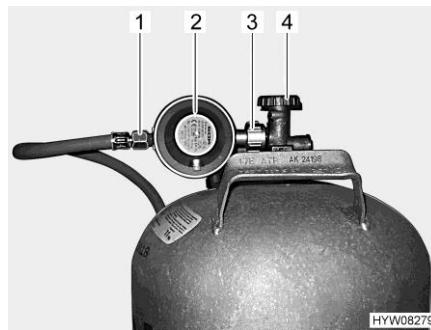

Fig. 106 Raccordo bombola del gas
- Chiudere la valvola principale di arresto (Fig. 106,4) della bombola del gas. Osservare la direzione della freccia.
- Tenere fermo il regolatore di pressione del gas (Fig. 106,2) e aprire il dado zigrinato (Fig. 106,3) (generalmente filettatura sinistra).
- Rimuovere il regolatore di pressione del gas con il tubo del gas (Fig. 106,1).
- Collocare il regolatore di pressione del gas (Fig. 106,2) con il tubo del gas (Fig. 106,1) sulla bombola del gas e serrare il dado zigrinato (Fig. 106,3) (generalmente filettatura sinistra). **Non tirare con molta forza.**